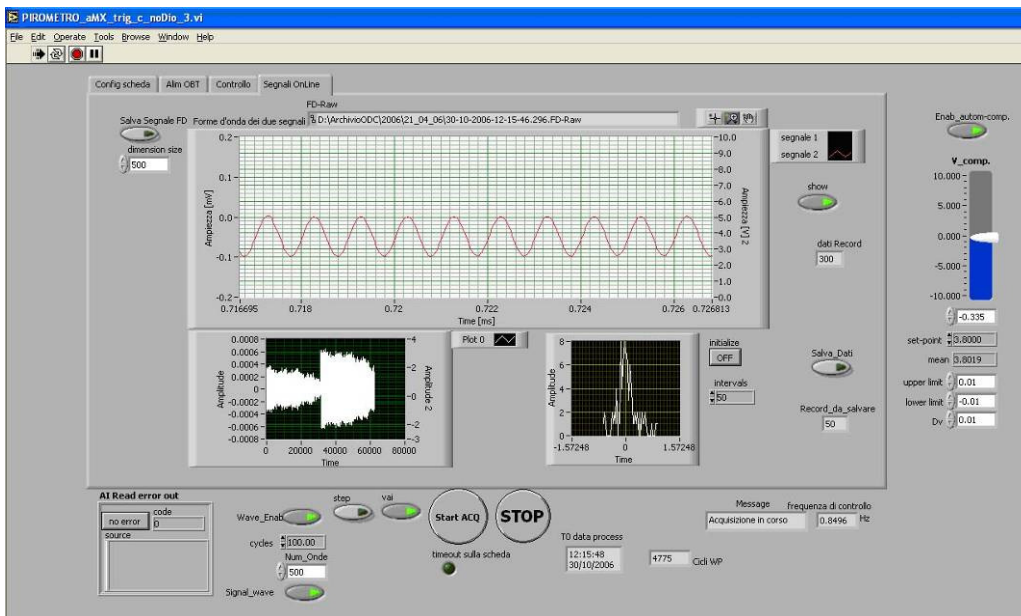

Figura 8 – Pannello frontale del sistema ODC: il sistema di compensazione ha recuperato la dinamica per il segnale sinusoidale
- attivata la compensazione automatica con l'offset a 3.8 V il sistema ha portato il valore medio del segnale a 3.8 V evitando la saturazione (Figura 8).